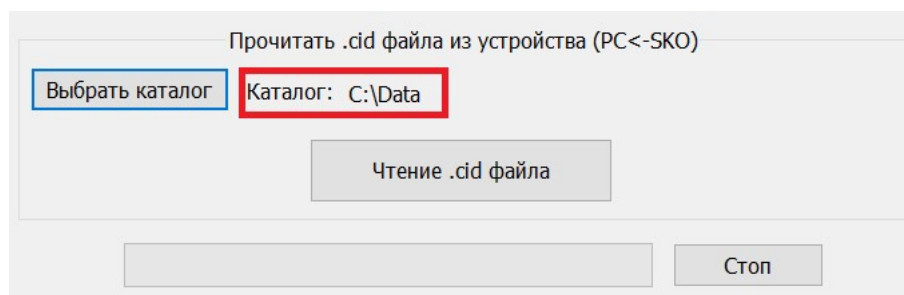
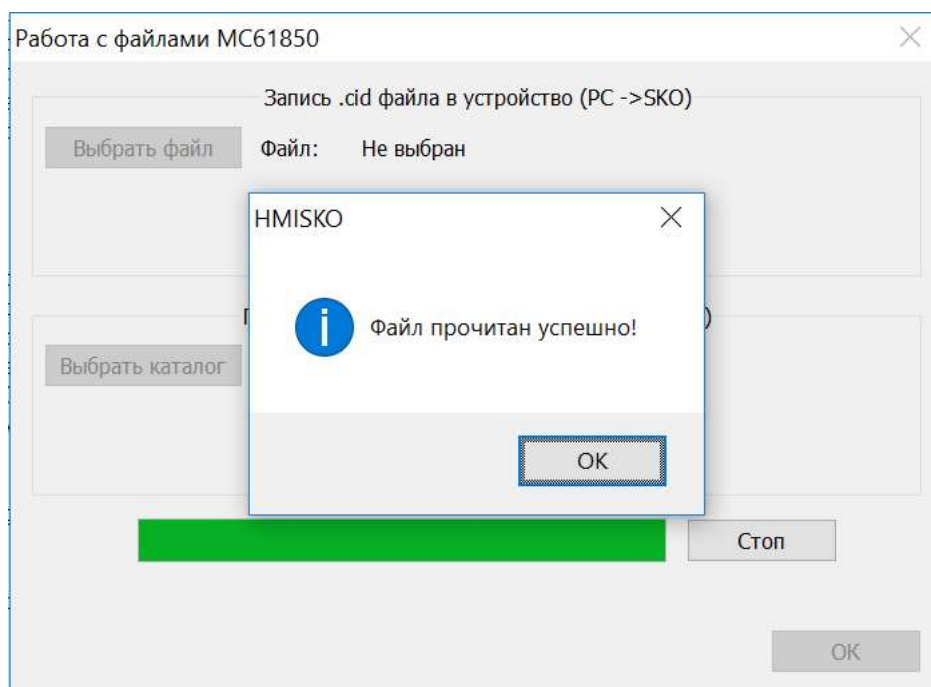

Рис. 9.97 Путь к файлу
Рис. 9.98 Сообщение об успешном прочтении файла
- Нажмите на кнопку «**Чтение .cid файла**» для начала процесса считывания файла. Файл будет прочитан из устройства и сохранён в указанной папке на компьютере. Ход процесса чтения будет отражаться индикатором в нижней части формы (Рис. 9.97). Если потребуется остановить процесс чтения файла, нажмите кнопку «**Стоп**». После завершения процесса будет выведено информационное сообщение (Рис. 9.98).